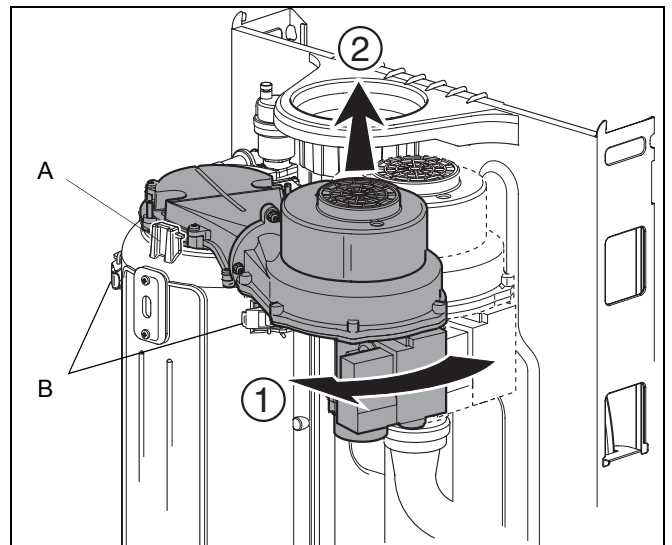

Fig. 45 Se îndepărtează unitatea de preamestec gaz/aer și arzătorul
Unitatea de preamestec gaz/aer poate fi demontată numai după ce ați efectuat un sfert de rotație în față (Fig. 45, Poz. A) și după aceea ați ridicat în sus.
- Piesa frontală a schimbătorului de căldură poate fi demontată numai după desfacerea prinderilor rapide (Fig. 45, Poz. B).